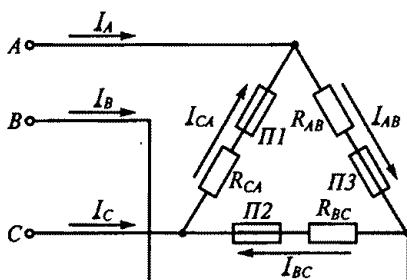

Рис. 131
3.107. Как изменятся токи, если перегорит предохранитель П1 в схеме на рис. 131?